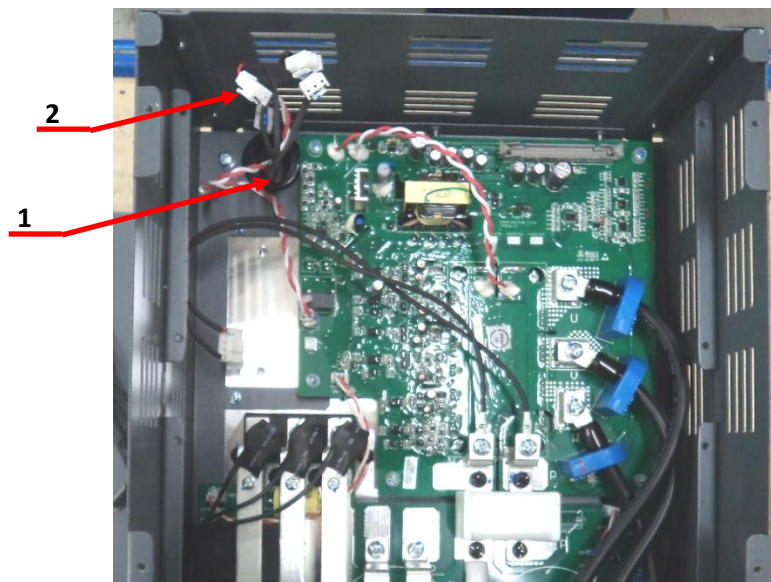

Рис.6.12
- 6.6.4. Перетащить разъем поз.2, кабеля питания демонтируемого вентилятора, через отверстие проходной втулки поз.1 (рисунок 6.12).